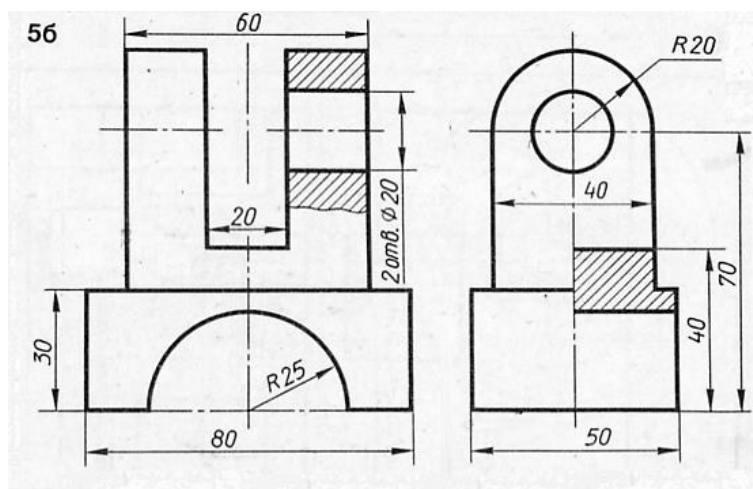

Рис.4 Профильный разрез
- Местный. (рис. 4)
3. **Профильный разрез** – секущая плоскость параллельна профильной плоскости проекций Рис.4